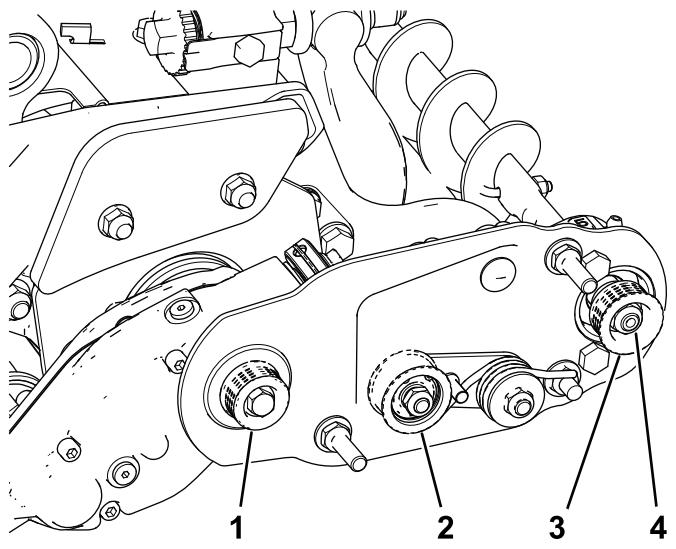
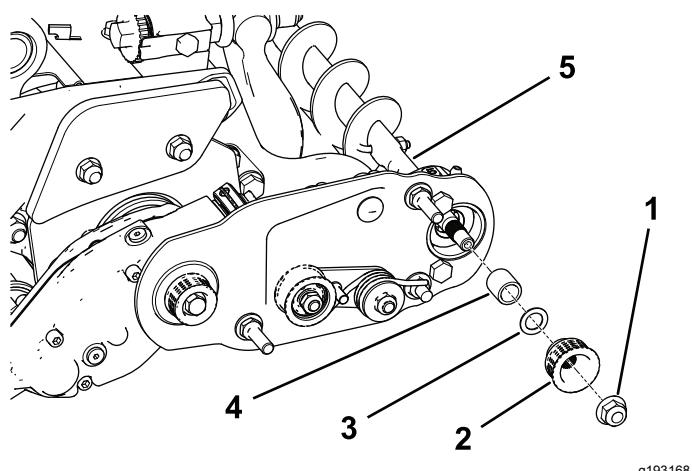

Figura 22
Figura 23
1. La puleggia condotta (all'albero della spazzola per rullo) può spostarsi in dentro o in fuori (Figura 22).
2. Mentre fate ruotare il cilindro, che farà ruotare a sua volta la puleggia motrice, fate leva sulla cinghia per staccarla dalla puleggia motrice (Figura 22)
3. Togliete il dado di bloccaggio che fissa la puleggia condotta all'albero della spazzola (Figura 22 o Figura 23).
4. Rimuovete la puleggia condotta dall'albero (Figura 23).
5. Se occorre spostare in fuori la puleggia, aggiungete una rondella dello spessore di 0,8 mm (Figura 23).
6. Montate la puleggia come illustrato nella Figura 23.